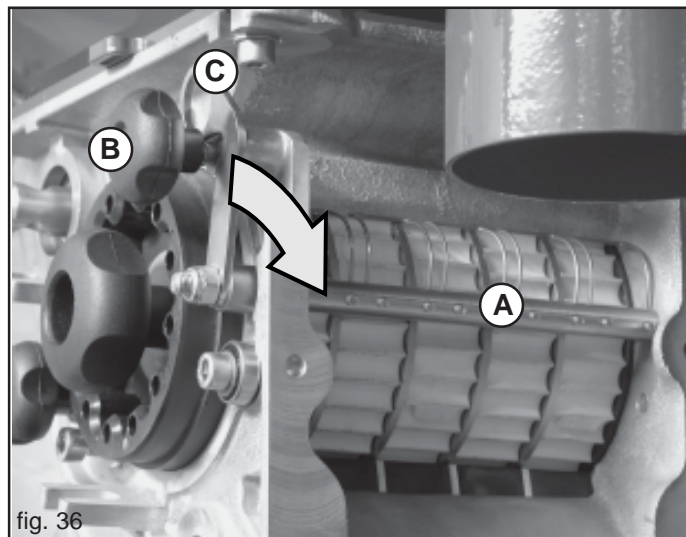

fig. 36
Les éléments élastiques nettoyants (A, Fig. 36) sont employés pendant la distribution de graines oleagineuses avec le roulement de encemencement jaune mod. F25- 125.
... Desserrer la pommotte (B, Fig. 36), extraire les leviers (C) de son siège et les déplacer dans le sens de des flèches.
- 1) Desserrer et enlever la pommotte (B, Fig. 36), et déplacer le levier (C) dans le sens de lancement des flèches.